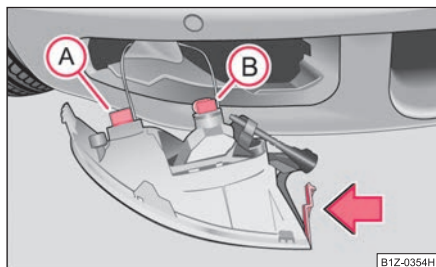

Fig. 246 Desmontaje del paragolpes delantero
Conector **(A)** - lámpara de luz de marcha diurna* ⇒ fig. 246. Conector **(B)** - lámpara del faro antiniebla.
- Introducir la mano en el orificio liberado y presionar el encastre ⇒ fig. 246.